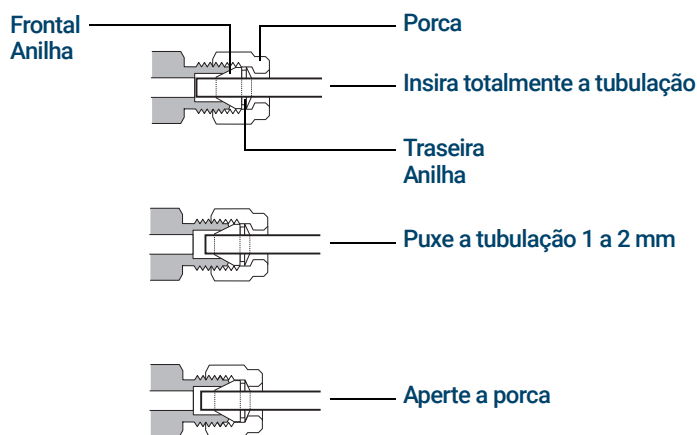

Figura 17. Inserir a tubulação
- Empurre a tubulação totalmente para dentro do plugue e depois puxe-a aproximadamente 1 a 2 mm, conforme mostra a **Figura 17**.